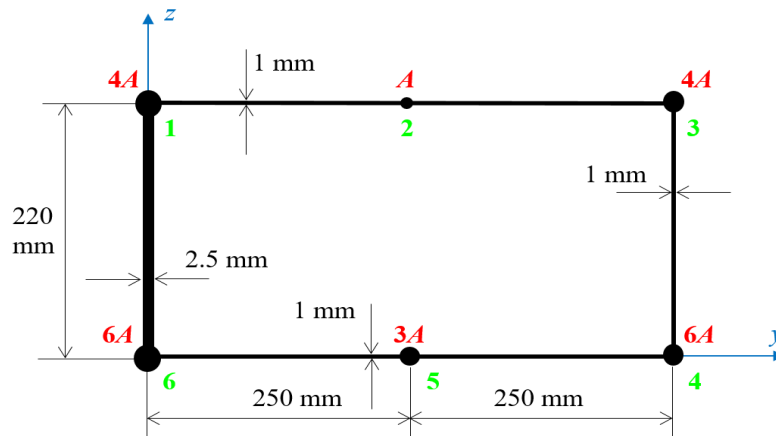

Figura 1. Sezione alare. Il longherone anteriore è quello compreso tra i correnti 1 e 6.
- La semiala è una trave a semiguscio in lega di Alluminio SAE 7075, incastrata ad un estremo (attacco alare) e libera all'altro (estremità alare), avente lunghezza $L=7$ m (semi-apertura alare) e sezione trasversale (limitata al solo cassone alare) rappresentata in Figura 1. Le aree dei booms sono già comprensive delle strisce collaboranti dei pannelli adiacenti. Le centine hanno un passo uniforme pari a d .